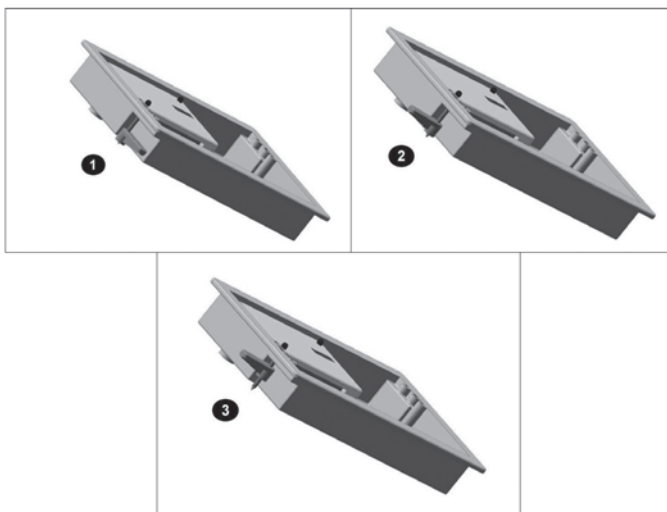

Figura 4 – Instalación de la Caja de Montaje Empotrado
La Caja de Montaje Empotrado utiliza abrazaderas previamente instaladas (Figura 4). Después de realizar los pasos 1 y 2 después de la Sección 4.5.2, siga las instrucciones para la caja adecuada.
3. Desenrosque las abrazaderas hasta su distancia máxima y oriéntelas en paralelo con la caja tal como se muestra en la estructura 2 de la Figura 4.
4. Deslice el medidor dentro de la abertura de la pared y apriete los tornillos de la abrazadera tal como se muestra en la estructura 3 de la Figura 4.